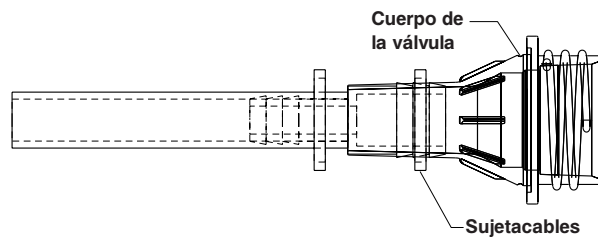

Figura 4
10. Instale el conector de reducción empujándolo firmemente hasta que haya asentado por completo en el cuerpo de la válvula (ver figura 4).
11. Con la pistola, fije el sujetacables suministrado alrededor del cuerpo de la válvula, centrado sobre el conector de reducción (ver figura 4).
13. Instale el conector de reducción empujándolo firmemente hasta que haya asentado por completo en el cuerpo de la válvula (ver figura 4 en la página 20).
14. Con la pistola tensora, fije el sujetacables suministrado alrededor del cuerpo de la válvula, centrado sobre el conector de reducción (ver figura 4 en la página 20).